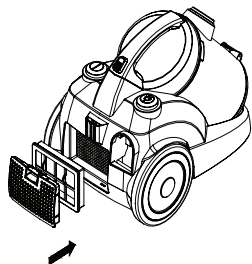

Figure 12
2. Ouvrez le couvercle du filtre de sortie en tirant sur le rebord du couvercle. Retirez de l'appareil le filtre de sortie; voir la figure 12.